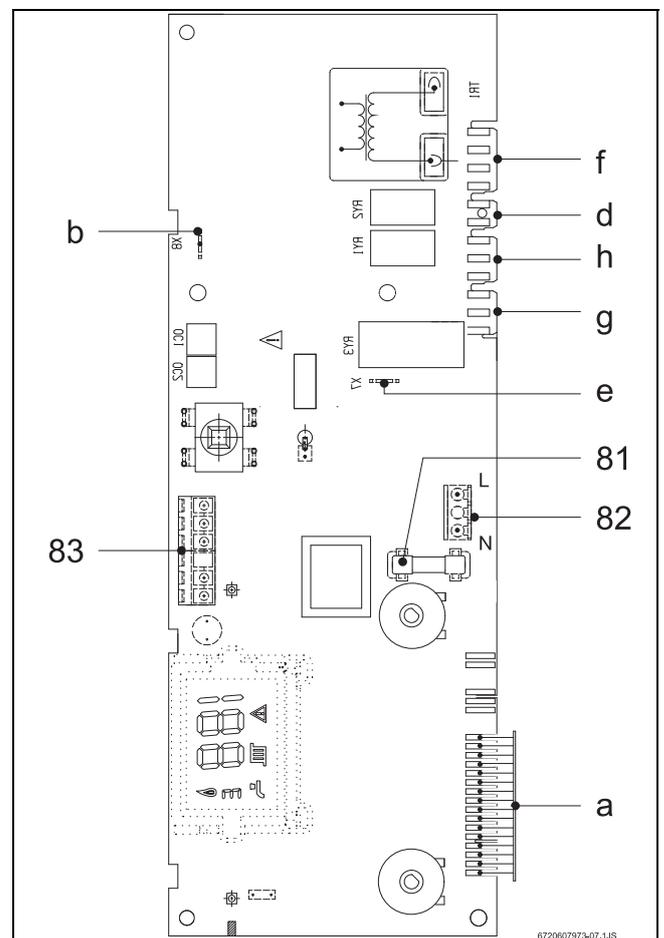

Fig. 16
- Retirer le pont RT - LS (fig. 16, pos. 83).